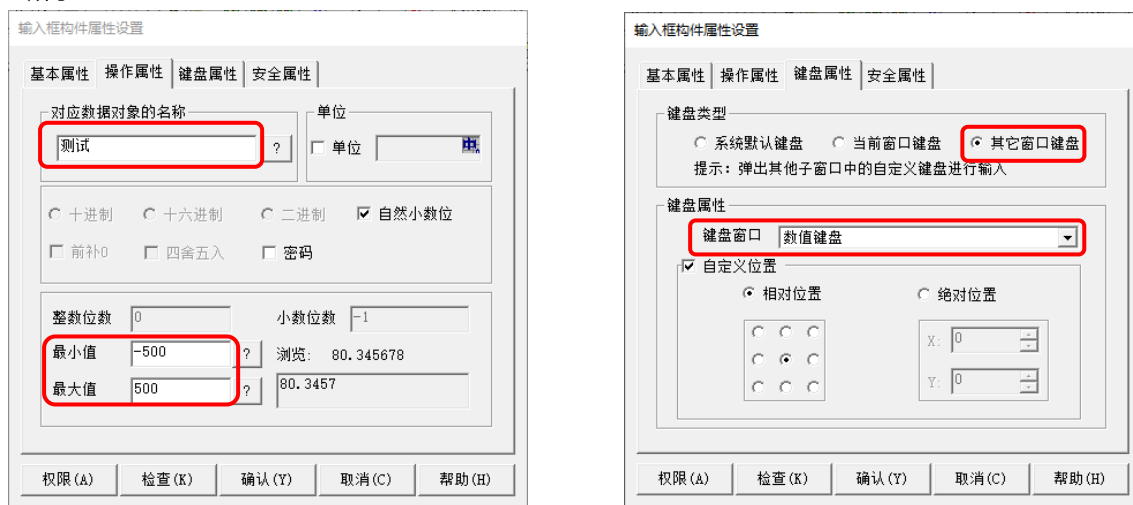

图 2.3-14 输入框键盘设置
- ① 在工程的【实时数据库】新建一个浮点数变量，变量名：“测试”。变量新建方法参考进阶篇；
- ② 双击图 2.3-2 所示的【测试窗口】，进入其组态画面。在该窗口中添加一个输入框构件，在其操作属性关联变量“测试”；设置【最小值】：-500；最大值：500；进入【键盘属性】选项卡，选择键盘窗口为【数值键盘】。如图 2.3-14 所示：
- ③ 设置完成后，保存并模拟运行工程，点击图 2.3-14 设置的输入框构件，将弹出 2.3-15 所示的自定义键盘窗口：